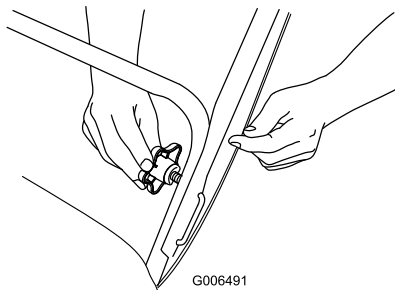

Bild 4
1. U-förmige Griffsperr (2) 2. Griffhandräder
2. Setzen Sie das Ende der U-förmigen Griffsperr in das offene Loch im Griff ein und ziehen Sie die Griffhandräder fest, bis sie fest sitzen (Bild 4).